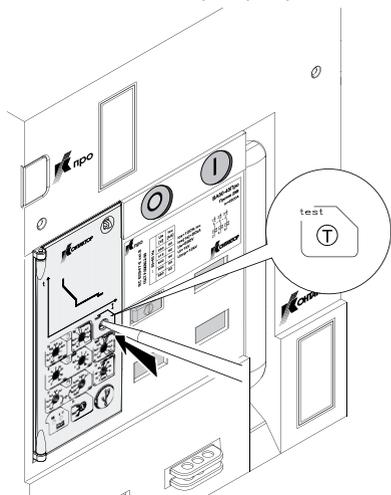

Рисунок 21. Кнопка проверки работоспособности электронного расцепителя
2.5.4 В правой части лицевой панели электронного расцепителя тока (см. рисунок 21) расположена кнопка проверки работоспособности выключателя и электронного расцепителя.